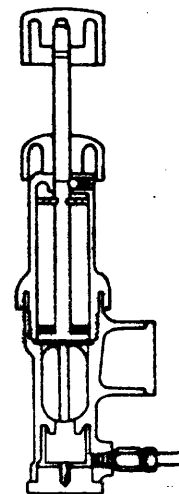

Fig. 2
*Dispositivo para alojamiento de la cápsula de éter (fig. 2)*